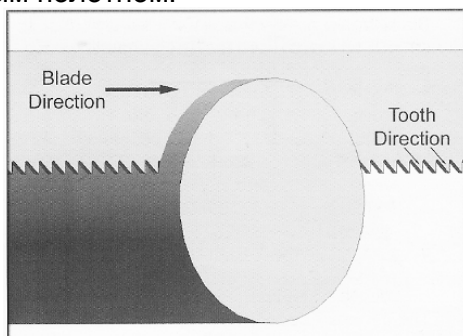

Рис. 11
7. Установите новое полотно так, чтобы зубья были направлены вниз в направлении резания. Если необходимо, выверните полотно (См. Рис.11).